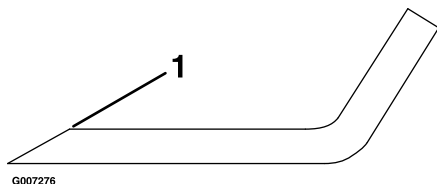

Figure 47
1. Au moyen d'une lime, aiguisiez les tranchants aux deux extrémités de la lame (Figure 47) en veillant à conserver l'angle de coupe d'origine. Limez la même quantité de métal sur chacun des deux tranchants pour ne pas déséquilibrer la lame.